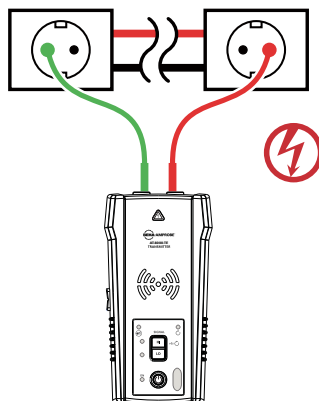

Figura 3.1a:
2. Tramite i puntali forniti, collegare il puntale rosso al cavo di linea/fase da rilevare. Per i sistemi sotto tensione, il segnale sarà trasmesso SOLO tra il lato di carico a cui è collegato il trasmettitore e la sorgente di alimentazione (vedi figura 3.1a).